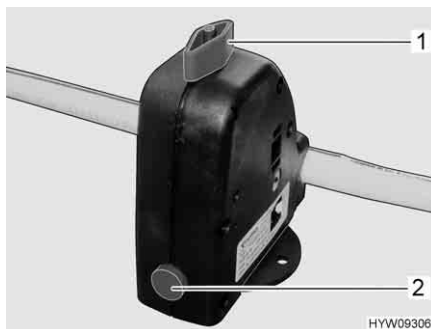

Fig. 118 Valvola di sicurezza/di scarico (boiler)
Il boiler è dotato di una valvola di sicurezza/di scarico (Fig. 118). La valvola di sicurezza/di scarico impedisce che l'acqua congeli nel boiler in presenza di basse temperature esterne, quando il riscaldamento dell'autocaravan non è acceso.
- Chiudere la valvola di sicurezza/di scarico. A tal fine ruotare la manopola (Fig. 118,1) verticalmente rispetto alla valvola di sicurezza/di scarico e premere verso l'interno il bottone automatico (Fig. 118,2).
- Aprire la valvola di sicurezza/di scarico. A tal fine ruotare la manopola (Fig. 118,1) nel senso della lunghezza della valvola di sicurezza/di scarico. Il bottone automatico (Fig. 118,2) scatta all'infuori. Il boiler viene svuotato verso l'esterno tramite la valvola di sicurezza/di scarico.